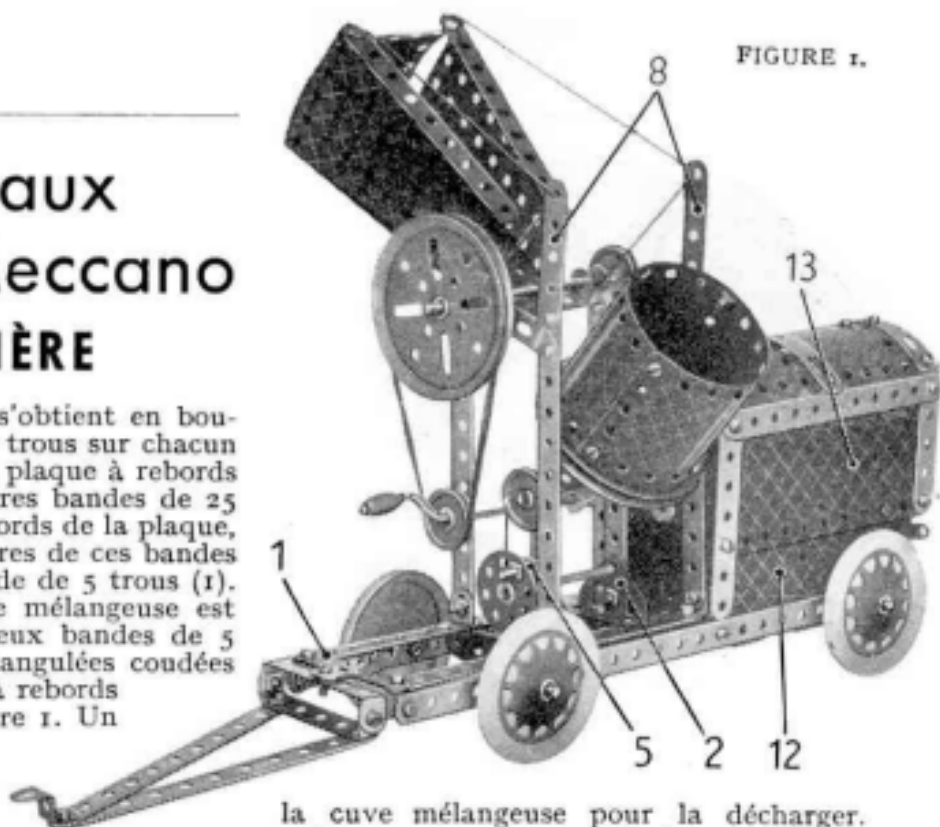

FIGURE 1.
Le support de la cuve mélangeuse est obtenu en boulonnant deux bandes de 5 trous sur les embases triangulées coudées (2) fixées sur la plaque à rebords comme le montre la figure 1. Un boulon de 9mm,5 passe dans l'un des rebords d'une bande coudée de 38 x 12 mm. (3) et un écrou est passé sur le boulon sans être bloqué. Un boulon est ensuite passé dans l'une des bandes de 5 trous verticales et dans le trou central d'une bande incurvée épaulée (4), et un second écrou est alors bloqué contre le premier. Un autre boulon de 9mm,5 est fixé par un écrou sur le rebord opposé de la bande coudée, et passé dans la seconde bande de 5 trous verticale. Une poulie de 25 mm. est alors fixée sur le corps du boulon et reliée à une seconde poulie de 25 mm. (5) par une courroie de transmission. La poulie (5) est fixée sur une tringle de 10 cm. qui passe dans les bandes de 5 trous. Cette tringle porte à son extrémité extérieure une roue barillet munie d'un boulon de 9mm,5 et elle sert à faire basculer